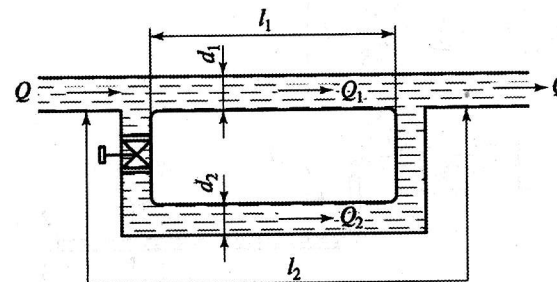

Рис. 6.4
**Задача 6.29.** Сложный горизонтальный трубопровод, состоящий из двух параллельных ветвей (рис. 6.4), транспортирует воду с расходом  $Q = 20 \text{ л/с}$ . Рассчитать расходы  $Q_1$  и  $Q_2$  в параллельных ветвях, если  $l_1 = 30 \text{ м}$ ;  $l_2 = 50 \text{ м}$ ;  $d_1 = 35 \text{ мм}$ ;  $d_2 = 50 \text{ мм}$ ; коэффициенты потерь напора на трение  $\lambda_1 = 0,04$  и  $\lambda_2 = 0,02$ ; коэффициент местных потерь  $\xi_{\text{кр}} = 1,6$ .